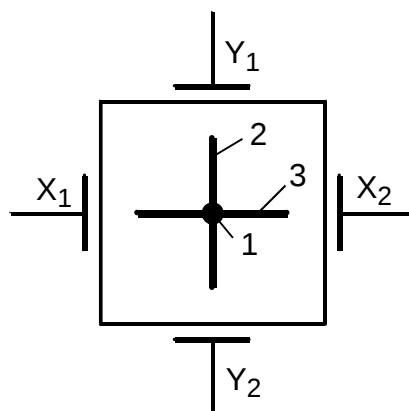

Рис. 2. Схематичное изображение отклоняющих пластин и примеры формирования изображения на экране ЭЛТ
1. Если к отклоняющим пластинам (ОП) не прикладывать напряжения, то электронный луч будет падать в центральную точку экрана 1 (на рис. 2).
2. Если подвести сигнал к  $Y$ -пластинам, например, синусоидальное напряжение, а вторую пару ( $X$ -пластины) оставить без потенциалов, то на экране будем видеть вертикальную линию 2, длина которой будет зависеть от величины приложенного напряжения (рис. 2).
3. Подадим синусоидальное напряжение к  $X$ -пластинам, а  $Y$ -пластины оставим свободными, без потенциалов. В этом случае на экране будет отображаться горизонтальная линия 3 (рис. 2). Длина линии определяется амплитудой сигнала.